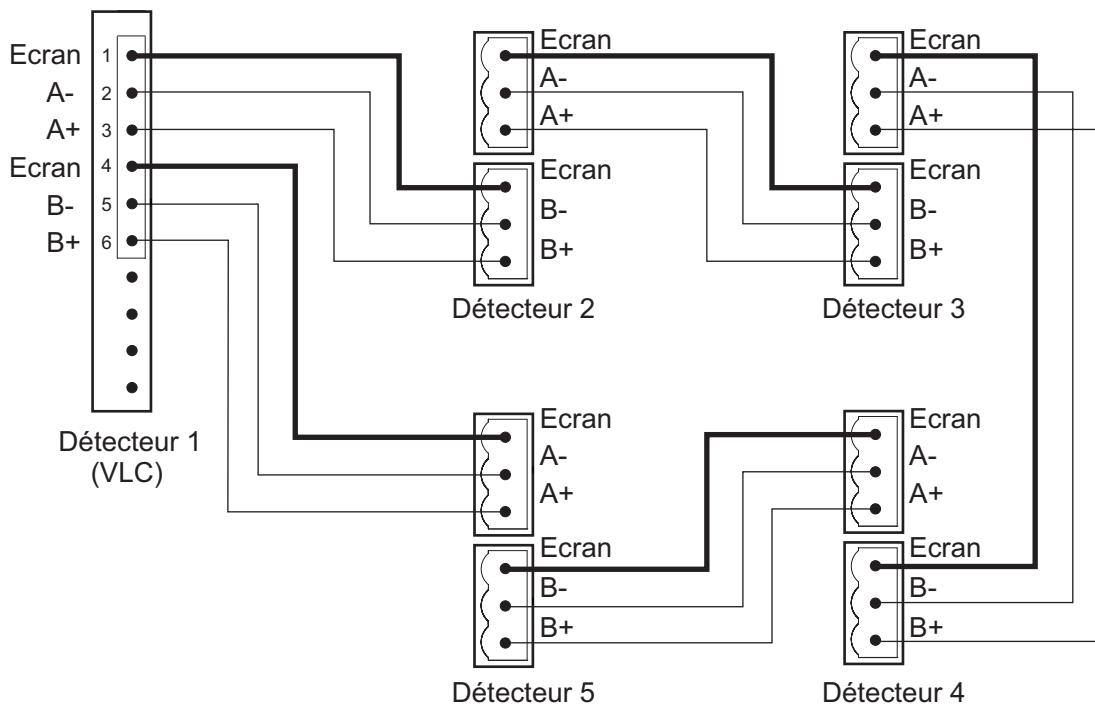

Figure 6-9: Détails de raccordement des câbles VESDAnet
- Raccorder les câbles VESDAnet comme il est indiqué sur la Figure 6-9. Ce diagramme montre l'exemple pour cinq détecteurs. Cette méthode de câblage est semblable pour deux détecteurs ou plus.